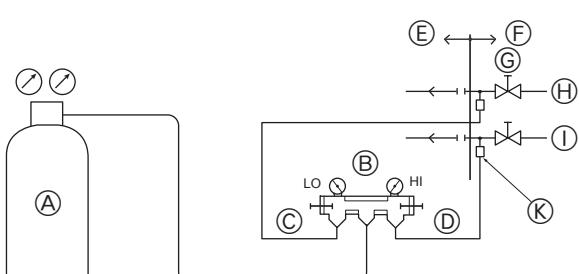

Fig. 5-11
### ① Airtight test (Fig. 5-11)